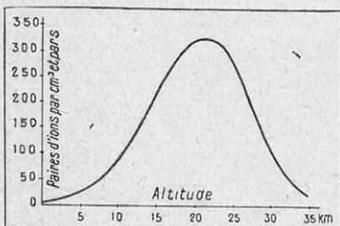

FIG. 3. — VARIATION EN FONCTION DE L'ALTITUDE DE L'IONISATION PRODUITE PAR LES RAYONS COSMIQUES
ce procédé, Regener a pu pousser les mesures d'ionisation jusqu'à 26 km ; dernièrement, en 1938, Braun et Korff ont pu atteindre 35 km et les résultats obtenus sont représentés par la courbe de la figure 3 ; elle montre que l'activité de l'ionisation, après avoir atteint un maximum, éprouve ensuite une diminution notable ; ainsi, au plus haut point atteint, à 35 km, la vitesse d'ionisation n'est plus que 1/100 de ce qu'elle était à 15 km d'altitude.
*C'est avec de tels appareils, que des ballons-sondes ont portés jusqu'à 35 kilomètres d'altitude, que l'on a pu établir la courbe représentée figure 3.*